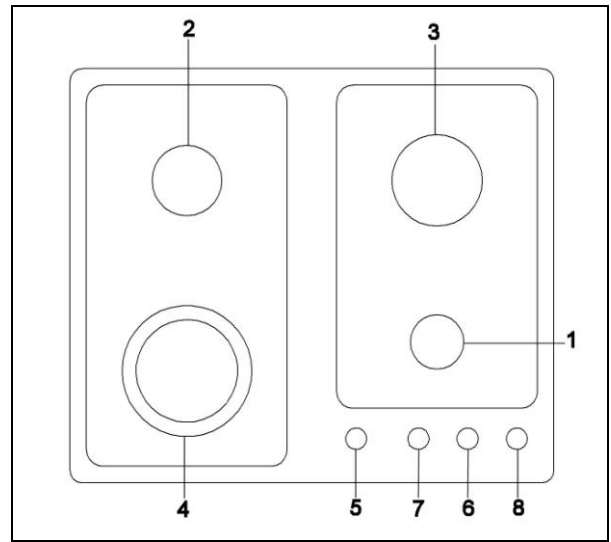

Fig.12
- ° Gaskookvlak type **P680**, zie fig. 12 - Elektrisch schema A
(fig. 12 13 14)